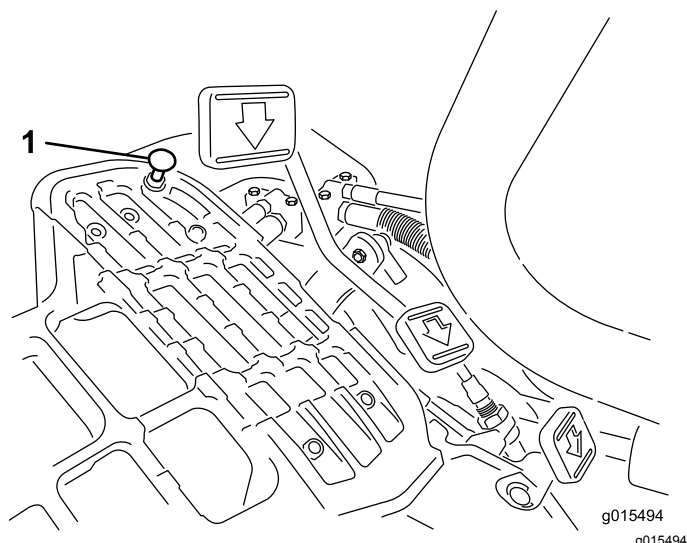

図 50
走行ペダルを踏み込んでみてください。ケーブルに張力が掛かる前にペダルがストップ 図 50 に当たる場合には調整が必要です。
1. ペダルストップをフロアプレートに固定しているフランジヘッドロックナットをゆるめる 図 50。